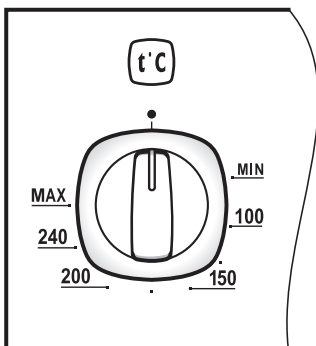

Рис.7
- ручкой терморегулятора (рис. 7) задается температура нагрева духовки, которая поддерживается автоматически.